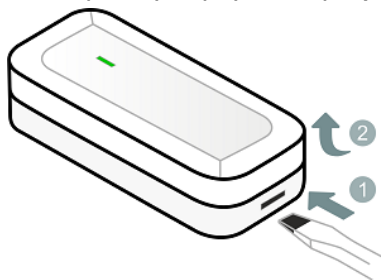

Рисунок 6.1 – Вскрытие корпуса датчика
- 1) Вскройте корпус датчика: при помощи плоской отвертки нажмите на одну из защелок и, не отпуская защелку, потяните крышку корпуса вверх (см. рисунок 6.1).
2. Вскройте корпус датчика, если он был закрыт (см. рисунок 6.1).
2. С помощью индикации на датчике. Для этого вскройте корпус датчика (см. рисунок 6.1) и дважды нажмите на кнопку тампера (8, рисунок 2.1). Посмотрите на индикатор датчика. Соответствие уровня связи и индикации представлено в таблице 9.1.
- 1) Вскройте корпус датчика (см. рисунок 6.1).